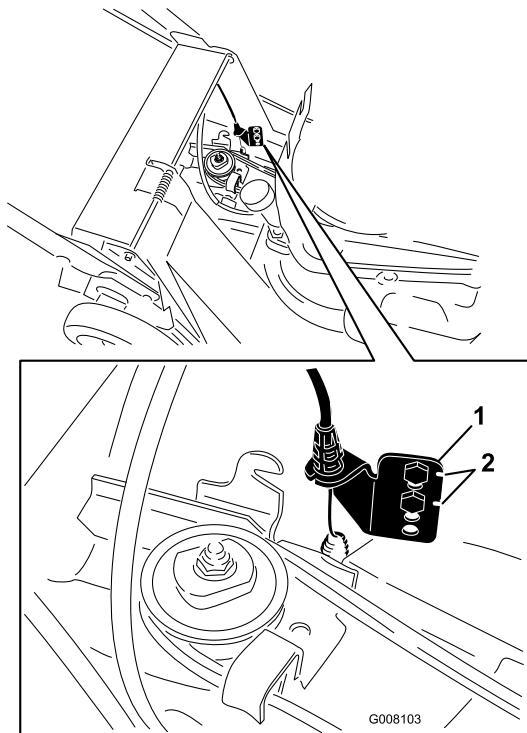

Figure 30
7. Enlevez les vis de la patte d'ancrage inférieure (Figure 30).
8. Remontez la patte d'ancrage inférieure d'un trou (Figure 30).
Remarque: Lorsque vous remplacez la courroie, replacez la patte d'ancrage inférieure à sa position d'origine (usine), indiquée par les crans situés près des trous de la patte (Figure 30).